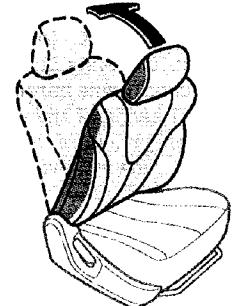

РИСУНОК 2 (сиденье с ручной регулировкой)
- Сиденье с ручной регулировкой—Перед установкой детского сиденья на сиденье переднего пассажира отрегулируйте спинку переднего сиденья и зафиксируйте ее строго вертикально. (См. рисунок 2.)